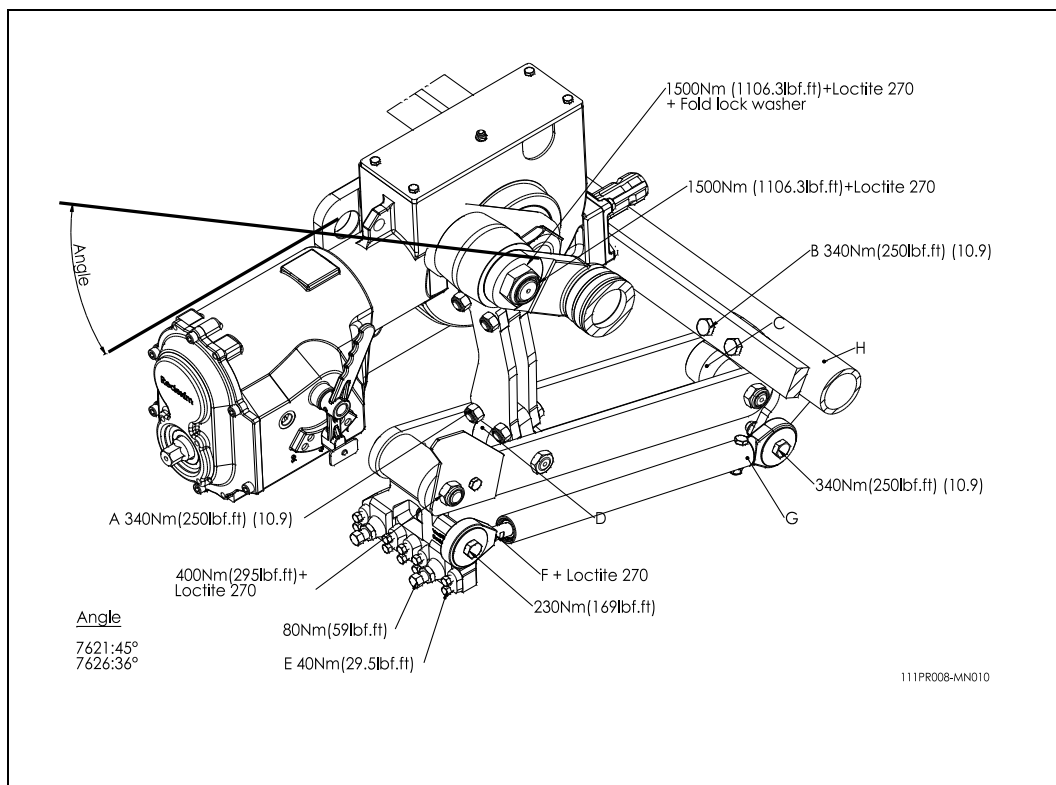

Bild 15
I bild 15, visas vridmomenten för de viktigaste bultarna/muttrarna. Se till att bultarna och muttrarna, till vilka dessa inställningar inte har angetts, dras åt lika mycket som liknande bultar och muttrar. När muttrar och bultar lossnar kan man använda Loctite för att låsa dem.
14. Dra åt muttern VIII med föreskrivet vridmoment enligt bild 15.
Använd Loctite såsom anges i bild 15.
Om en komponent inte längre är i linje med närliggande komponenter kan inriktningen justeras enligt följande: (Se bild 15)